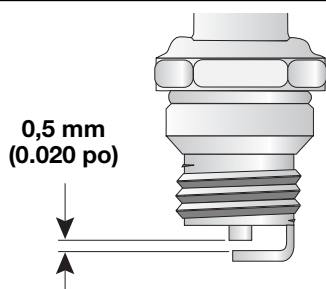

Fig. 18
3. Réglez l'écartement à 0,5 mm (0,020 po) à l'aide d'une jauge d'épaisseur (Fig. 18).